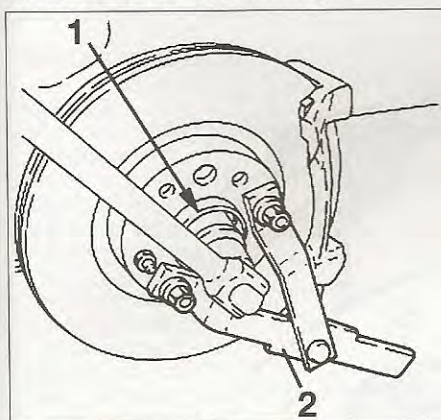

FIG. 1
- Bloquear el cubo de rueda (1) con un útil adaptado (2) o el útil Fiat (ref.: 1870815000) (fig. 1).
- Bloquear el cubo de rueda (1) con un útil adaptado (2) o el útil Fiat (ref.:1870815000) (fig. 1).